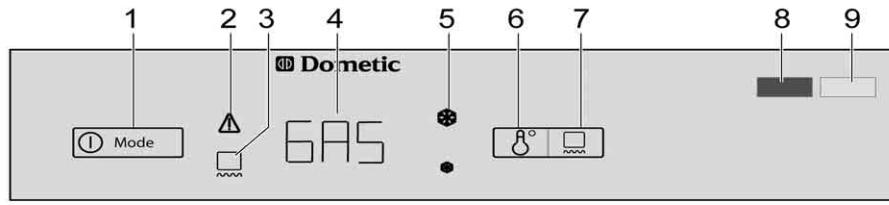

Fig. 142 Elementi di comando per il frigorifero (Dometic RMD)
Se è impostata la modalità di funzionamento "AES", la tensione a 230 V **non** è allacciata e il motore del veicolo è **spento**, il sistema AES seleziona il rifornimento di gas. Selezionando il funzionamento a gas, il dispositivo di sicurezza si apre automaticamente, così che il gas possa fluire al bruciatore. Contemporaneamente si inserisce l'accenditore elettronico. Se la fiamma del gas si spegne, p. es. a causa di un colpo di vento, l'accenditore viene subito azionato riaccendendo il gas. In presenza di un guasto nel funzionamento a gas, l'indicazione "GAS" (Fig. 142,4) e le due spie di controllo Guasto (Fig. 142,2 e 8) lampeggiano. Per 30 secondi viene emesso un allarme acustico. Finché non viene rimosso il guasto, l'allarme acustico continuerà ad essere emesso ogni secondo successivo.
Dopo l'accensione il frigorifero seleziona automaticamente la regolazione intermedia del termostato. Questa regolazione può essere modificata manualmente tramite il tasto di selezione del livello di temperatura (Fig. 142,6). Le spie di controllo (Fig. 142,5) indicano la temperatura selezionata sul termostato. Il tasto di selezione del livello di temperatura permette di regolare la temperatura di refrigerazione per tutti e tre i tipi di energia. Ci vogliono alcune ore prima che il frigorifero raggiunga la temperatura normale di esercizio. Cambiando la modalità di funzionamento la regolazione del termostato non viene modificata. La temperatura di refrigerazione è indipendente dal tipo di energia utilizzata.
Nel caso di temperature esterne ed umidità dell'aria elevate è possibile che si formino gocce d'acqua sul telaio in metallo del vano congelatore. Per questo motivo il frigorifero è dotato di un riscaldamento del telaio per il vano congelatore. Nel caso di temperature e umidità dell'aria elevate, accendere il riscaldamento del telaio con il tasto (Fig. 142,7). È possibile così evitare fenomeni di corrosione. Quando il riscaldamento del telaio è acceso, la spia di controllo si accende (Fig. 142,3).
- Premere il tasto On/Off/Selezione energia (Fig. 142,1) per circa 3 secondi. Il frigorifero si accende e viene visualizzato l'ultimo tipo di energia impostato, oppure "AES".
- Premere ripetutamente il tasto On/Off/Selezione energia (Fig. 142,1) per selezionare il tipo di energia desiderato o la modalità automatica "AES". L'indicazione della modalità di funzionamento (Fig. 142,4) cambia nella sequenza "12" (per 12 V), "230" (per 230 V), "GAS" (per funzionamento a gas) e "AES" (per selezione automatica dell'energia).
- Impostare la temperatura di refrigerazione con il tasto di selezione del livello di temperatura (Fig. 142,6). Le spie di controllo (Fig. 142,5) indicano la temperatura selezionata sul termostato.
In caso di guasto del funzionamento a gas, l'indicazione "GAS" (Fig. 142,4) lampeggiava.
- Premere il tasto On/Off/Selezione energia (Fig. 142,1) per circa 3 secondi. Il frigorifero si spegne e le indicazioni smettono di lampeggiare.